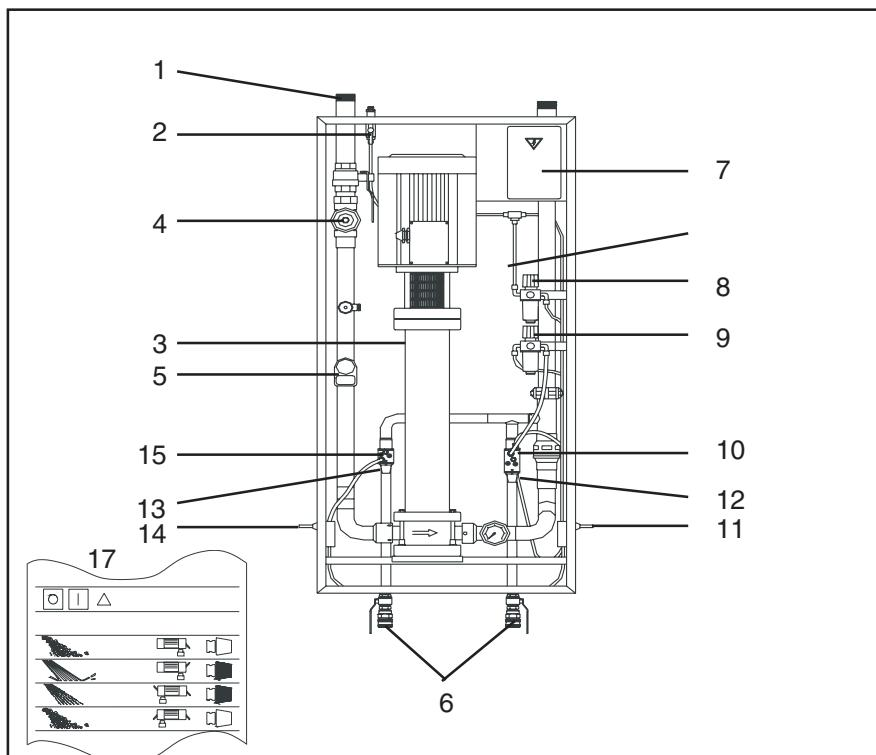

Fig. 6
**S4000 DF, S4000 DFU, S4100 DF, S4100 DFU** (fig. 6, sans User Pack\*). Fonctions mousse, rinçage ainsi que vaporisation et mousse pour désinfection.